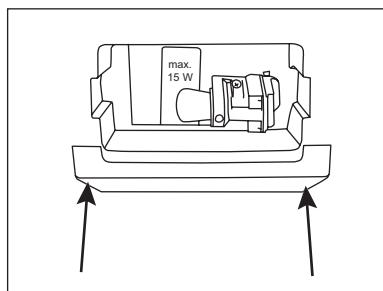

fig. 9
2. Afmonter lysskærm(en) (fig. 9). Klem lysskærm(en) sammen, så lysskærm(en) løsnes fra de to klips.